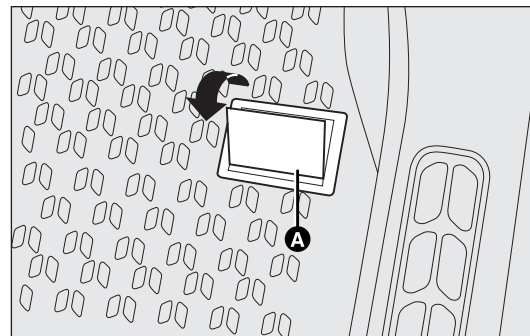

fig. 193
- sur le plancher de l'habitacle près du siège avant droit ; pour y accéder, il faut ouvrir le volet A-fig. 193